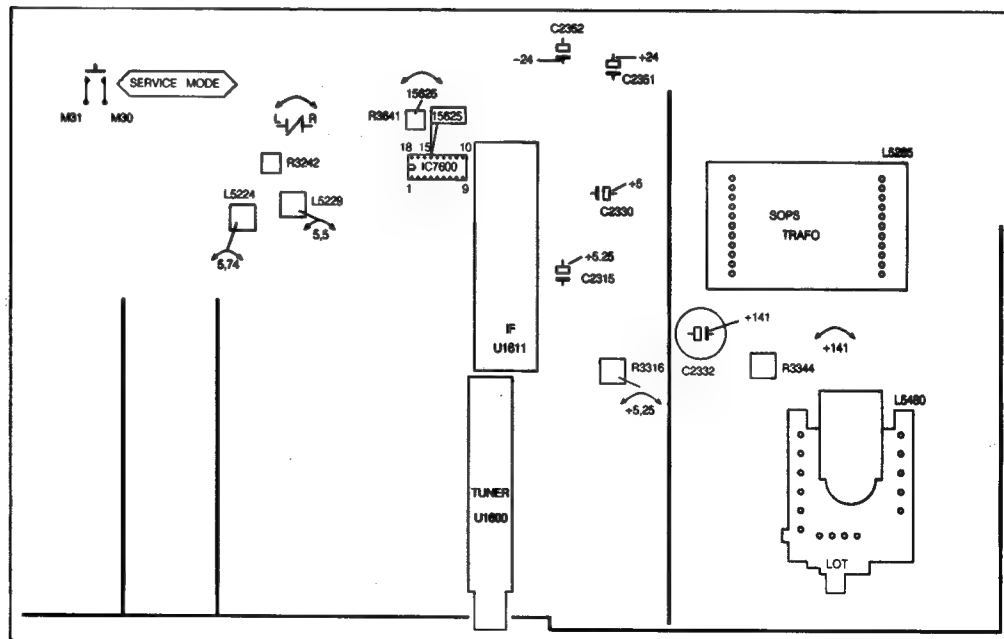

Bild 14
A. Elektrische Regelungen an der Hauptplatine (siehe Bild 14)